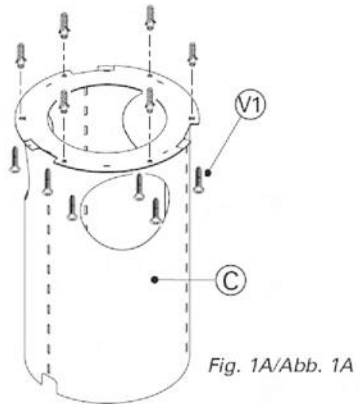

Fig. 1A/Abb. 1A
- 2) Fasten the upper part of the internal framework (C) to the ceiling using the six screws (V1) (Fig. 1A).
- 2) Fissare il traliccio superiore (C) al soffitto utilizzando 6 fischer da ø 8 e relative viti (V1) in dotazione (fig.1A).